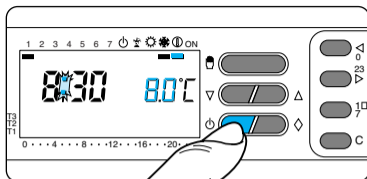

Fig. 52
**10.1** - Premere una sola volta il pulsante  $\text{⏻}$  (fig. 52).
*Il segmento sotto il simbolo ① conferma la scelta effettuata.*